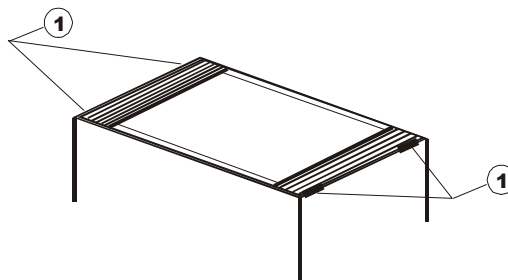

Abb. 3: Batterien ersetzen
2. Entfernen Sie die Abdeckung auf der Bodenseite des Instrumentes mit einem Schraubenzieher in der richtigen Position (1) und schrauben die 4 Befestigungsschrauben ab (sehen Sie Abb. 3).